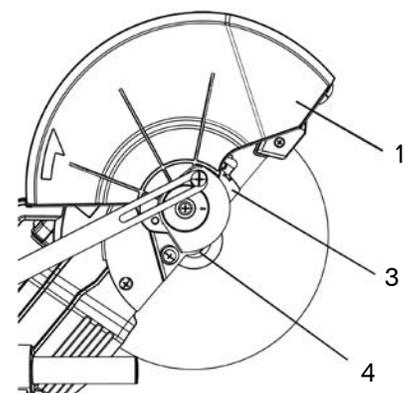

Fig. H-1
3. Retire el tornillo de la placa de cubierta (2) con un destornillador Phillips. (Fig. H)
4. Levante la cubierta inferior de la hoja (1) a la posición vertical. (Fig. H-1)
5. Gire la cubreplaca (3) para exponer el perno de árbol (4). (Fig. H-1)
6. Coloque la llave para hojas sobre el perno del husillo (4).
9. Quite el perno del husillo (4), el anillo exterior de la hoja (6) y la hoja (7). No quite el anillo interno de la hoja. (Fig. J)
10. Levante la cubierta inferior de la hoja (1) a la posición vertical para extraer la hoja. (Fig. H-1)
2. Coloque el anillo exterior de la hoja (6) contra la hoja y en el husillo. Enrosque el perno del husillo (4) en el husillo en sentido contrario a las agujas del reloj. (Fig. J)
3. Coloque la llave para hojas en el perno del husillo (4).
4. Presione el botón de bloqueo de la pérgola (5), sosteniéndolo firmemente mientras gira la hoja en dirección contrario de las manecillas del reloj. Siga presionando mientras aprieta el perno del husillo con firmeza. (Fig. I)
5. Gire la placa de cubierta (3) y la cubierta inferior de la hoja (1) a su posición original. (Fig. H-1)
6. Baje el cubierta inferior de la hoja y reemplace el tornillo de la placa de cubierta (2) y ajuste el tornillo con un destornillador Phillips. (Fig H)
8. Asegure que el botón de bloqueo de la pérgola (5) esté liberado para que la hoja pueda girar libremente.